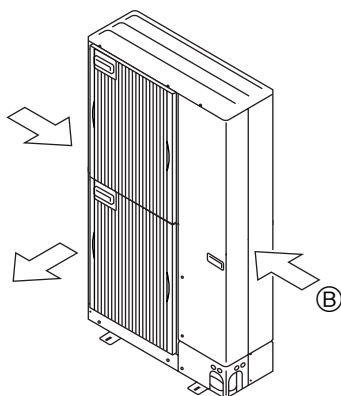

Fig. 3-4
- ③ Plaats het apparaat indien mogelijk zo dat de luchtuitlaat in dezelfde richting blaast als de seizoenswinden. (Fig. 3-4)